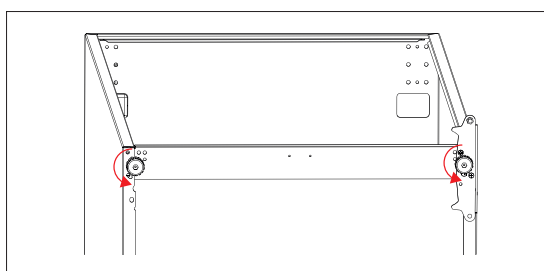

Fig. 9
- ▶ Skru apparatfødderne (9) af ved at dreje mod urets retning (fig. 9).